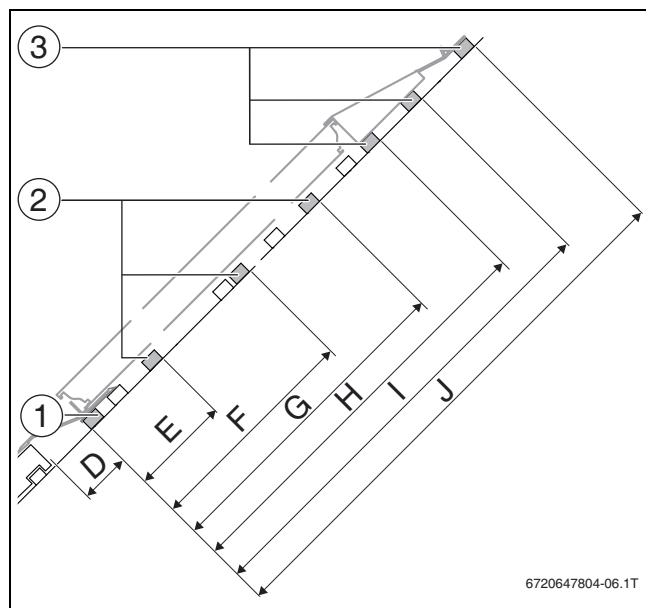

Bild 29 Zusätzliche Dachlatten (Typ senkrecht)
- ▶ Zusätzliche Dachlatte für Montagehalter (→ Bild 29 und 30, [1]) montieren.
Die genaue Ausrichtung der Dachlatte für Montagehalter (→ Bild 29 und 30, [1]) ist abhängig von der Ausrichtung der Eindeckung.
- ▶ Zusätzliche Dachlatten für Niederhalter (→ Bild 29 und 30, [2]) montieren.
- ▶ Zusätzliche Dachlatten für oberes Eindeckblech (→ Bild 29 und 30, [3]) montieren.